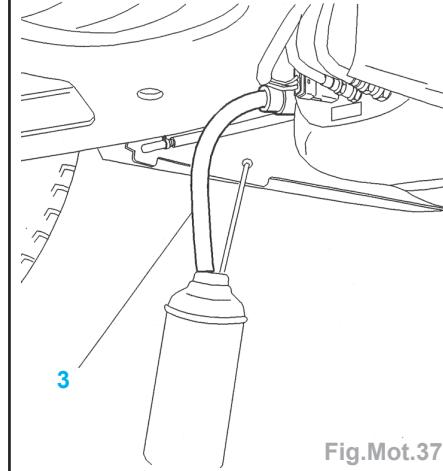

Fig.Mot.37
- Accoupler le raccord encliquetable femelle du bidon d'Eolys sur l'encliquetable (1) du circuit de la mise à l'air libre du réservoir d'additif.
- Accoupler le tuyau du bidon de récupération (3) sur le trop plein du réservoir d'additif (Fig.Mot.37).